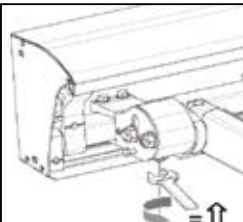

FIG 4B
- * réglez la hauteur en tournant l'écrou de réglage situé sous le support de bras (FIG. 4B).